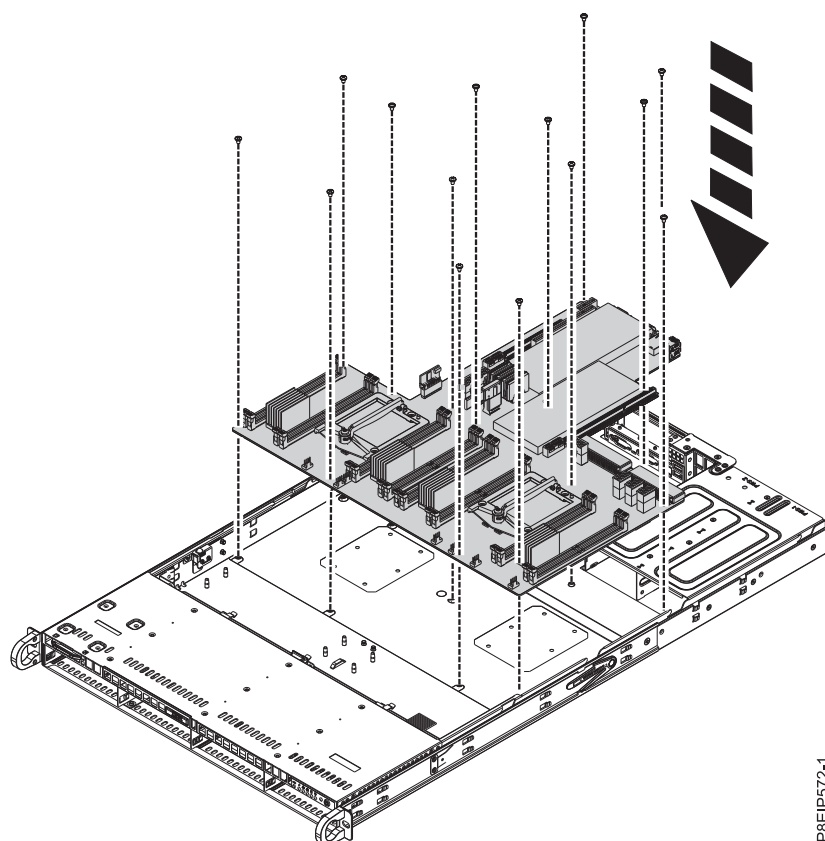

図 57. システム・バックプレーンの取り替え
12. 前面のケーブルを邪魔にならない位置に移動し、プロセッサ・ヒート・シンクを慎重に保持しながら、システム・バックプレーンをシャーシ内に下ろし、少し後方にスライドさせます。 55 ページの図 57を参照してください。